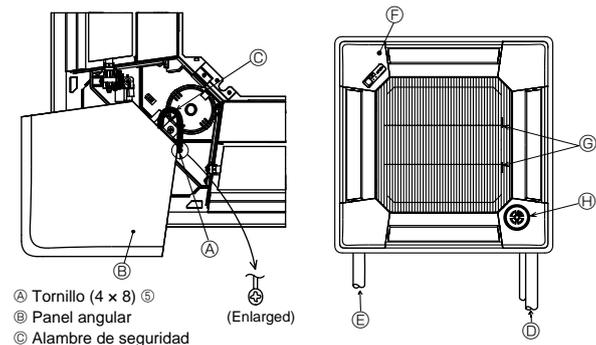

Fig. 5-9
5.5. Instalación de la rejilla de admisión (Fig. 5-9)